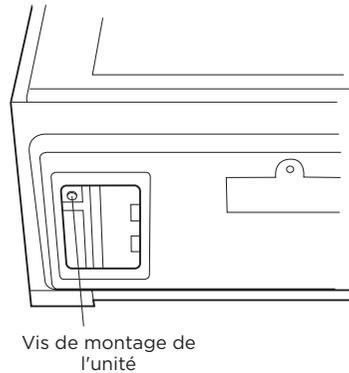

Figure 21
- Serrez les deux vis de montage de l'unité situées dans les ouvertures du filtre à graisse. Voir la figure 21.